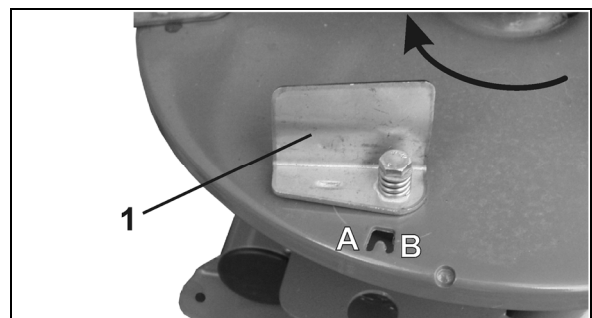
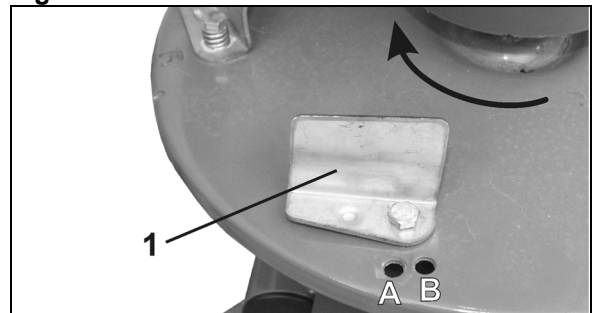

Fig. 13
Fig. 14
Spredeskovlene kan indstilles i to positioner (Fig. 13, Fig. 14).
- Tre spredeskovle med trykfjeder (manuel indstilling) (Fig. 13/1).
1. Tre spredeskovle som indstilles ved at løsne skrueforbindelserne (Fig. 14/1).